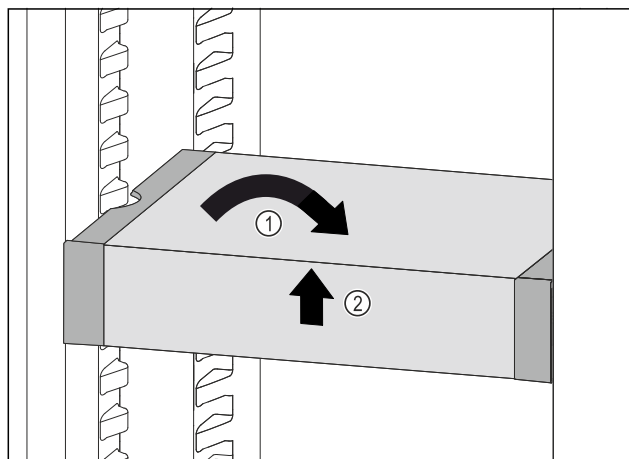

Fig. 64
- Plasser VarioSafe rett. Fig. 64 (1)
- Løft VarioSafe opp i forkant. Fig. 64 (2)